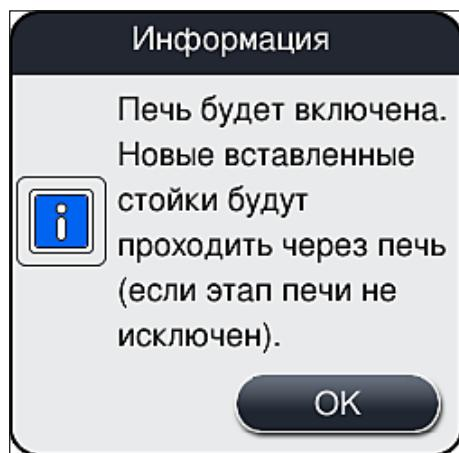

Рис. 35
- Подтвердите включение печи нажатием кнопки Сохранить (→ Рис. 33-5), после чего ознакомьтесь с информационным сообщением на дисплее (→ Рис. 35) и подтвердите его нажатием OK.